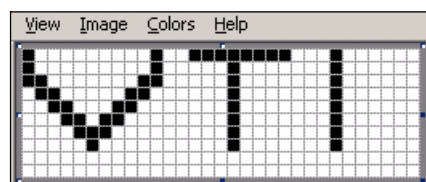

Рисунок 5-45: Логотип, созданный в Microsoft Paint
- 5 Создайте необходимый логотип на странице (смотрите Рисунок 5-45).